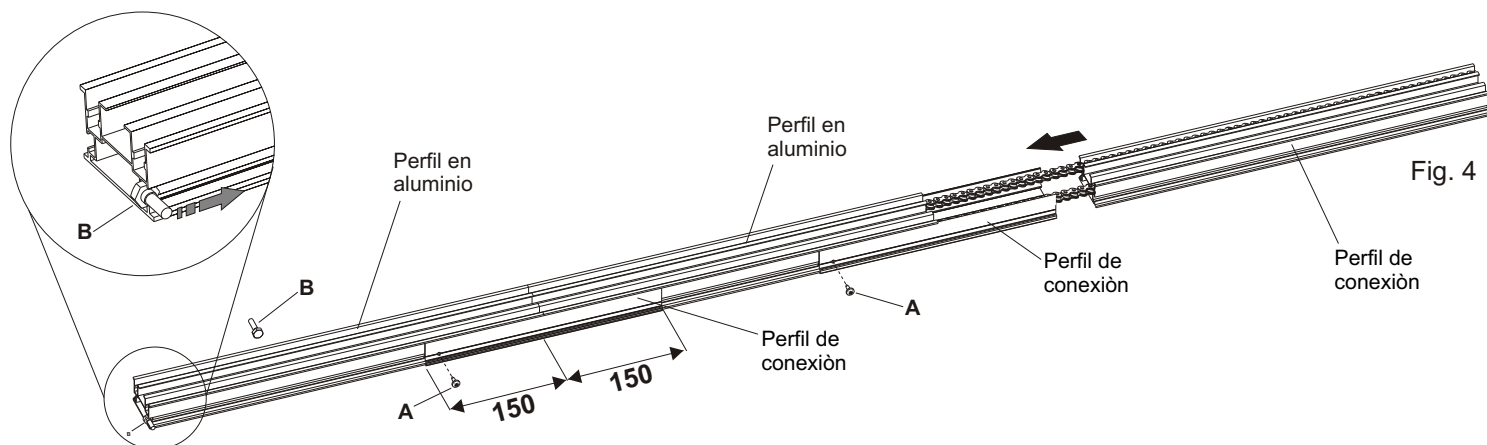
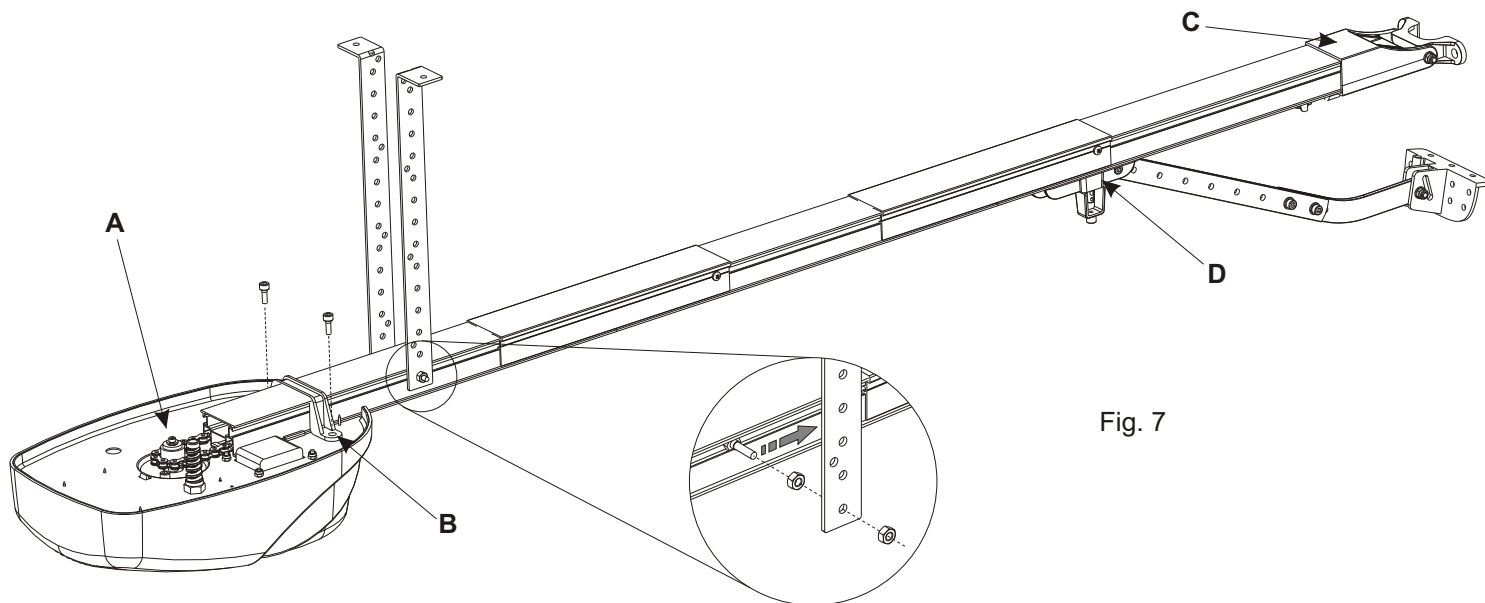

Fig. 4
Fig. 7
- Insertar el perfil de conexión en el perfil de aluminio hasta la mitad de su longitud (150mm) y fijarlo con el tornillo **A**. (Fig. 4).
- Insertar las dos tuercas (**B**) incluidas en el perfil, en los huecos del perfil en aluminio (Fig. 4).
Nota: En la Fig. 4 aparece una pareja de tornillos introducidos en las ranuras que servirán para fijar el Corona al techo mediante las bridas correspondientes. (Vea también la Fig. 7).
- Asegurarse en que la cadena esté bien engranada en el piñón del cuerpo Corona (Fig. 7 - A)
- Llevar la guía al tope sobre el cuerpo Corona y fijarlo con el estribo apropiado. (Fig. 7 - B)
- Fijar en la otra extremidad de la guía el soporte conexión anterior (Fig. 7 - C)
**Importante:** Mantenga la cadena y el soporte de carredera siempre bien lubricada (Fig. 7 - D).